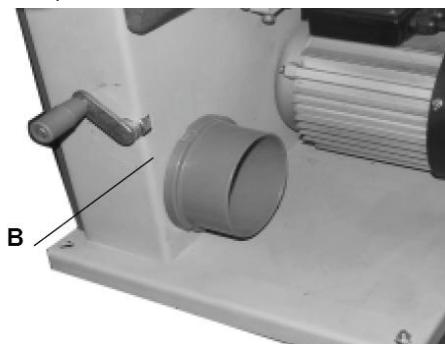

Рис.14
- Верстат оснащений витяжним штуцером Ø100 мм (B), Рис. 14.